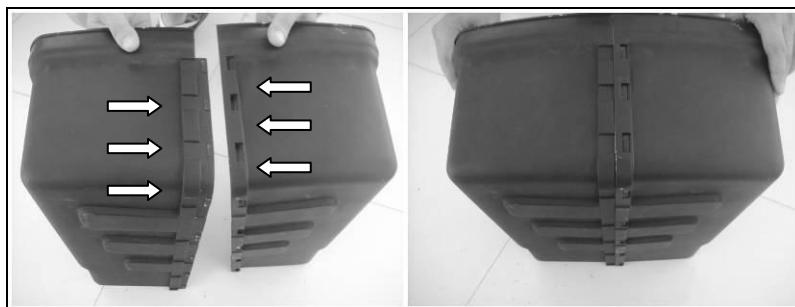

Рис.5
5) Соберите травосборник. Соедините две половины травосборника между собой. (Рис.5). Установите верхнюю крышку. (Рис.6)